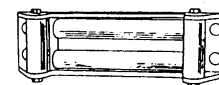

Figura 17
6. EQUIPAR EL CABRESTANTE CON UN ESCOBÉN CON RODILLOS reducirá sustancialmente el desgaste del cable de alambre durante sesiones de tirado en ángulo (Figura 17). Los rodillos eliminan el roce pesado y las abrasiones sufridas por el cable de alambre.